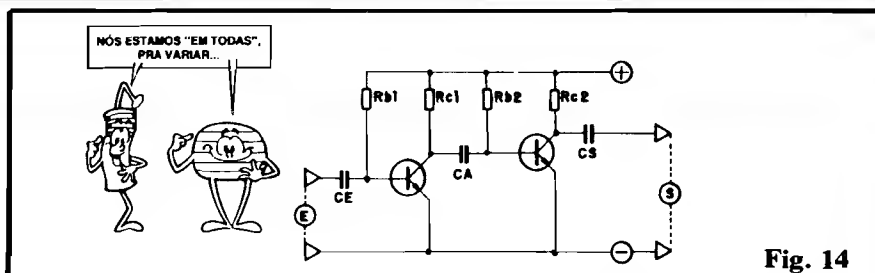

Fig. 14
- **FIG. 14** - Acoplamento RC (Resistor/Capacitor) - Nem sempre é possível ou aconselhável, dependendo do tipo de sinais com os quais o conjunto amplificador vai trabalhar, além de outras características específicas da "fonte" do sinal, e do módulo que vai "u-